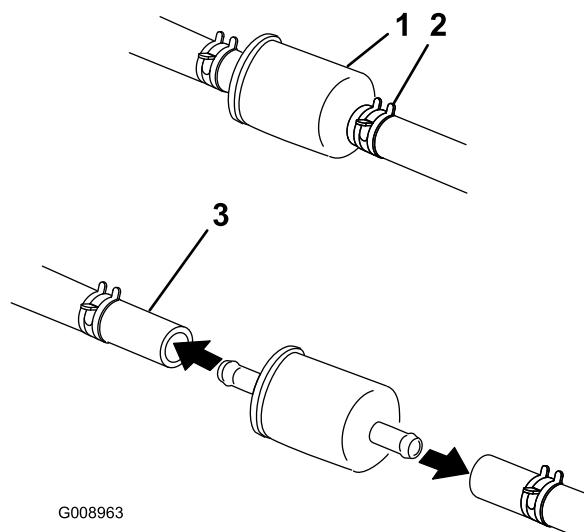

Figura 52
6. Premete le estremità delle fascette stringitubo ed allontanatele dal filtro (Figura 52).
8. Montate un nuovo filtro ed avvicinate le fascette stringitubo al filtro (Figura 52).